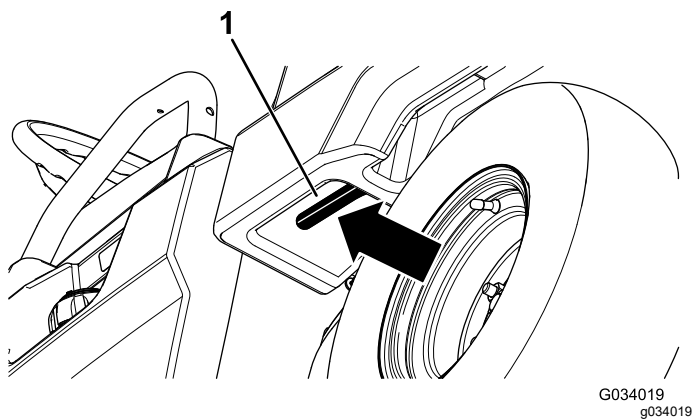

Figura 21
1. Tire hacia usted de la palanca situada a la izquierda, dentro de la plataforma de carga, y eleve la plataforma de carga (Figura 21).
1. Eleve ligeramente la plataforma de carga levantando la palanca de enganche (Figura 21).